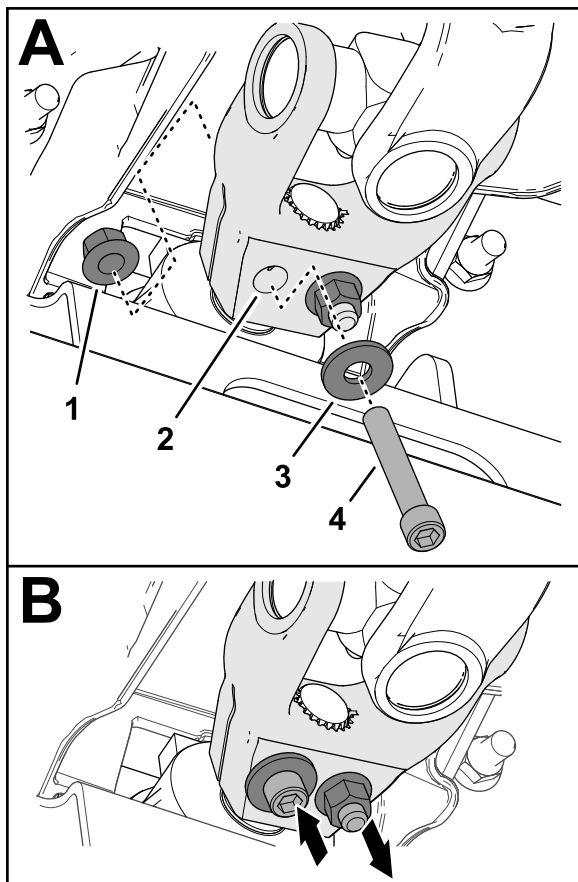

Figura 16
6. Montate un bullone senza dado a brugola ($\frac{3}{8}$ " x $2\frac{1}{4}$ ") attraverso una rondella ($\frac{3}{8}$ ") e il foro nella forcetta dell'albero di trasmissione (Figura 16), e fissate il bullone senza dado con un dado di bloccaggio flangiato ($\frac{3}{8}$ ").
7. Montate un bullone senza dado a brugola ($\frac{3}{8}$ " x $2\frac{1}{4}$ ") attraverso una rondella ($\frac{3}{8}$ ") e il foro nella forcetta dell'albero di trasmissione dalla direzione opposta (Figura 16), e fissate il bullone senza dado con un dado di bloccaggio flangiato ($\frac{3}{8}$ ").